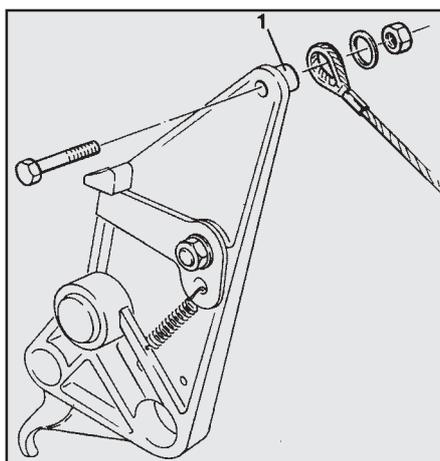

Рис. 72
**Указание:** Каждый трос, ведущий от разметочного инструмента к включающему автомату, закреплен винтом в верхнем отверстии накладке выключателя (рис. 72/1) включающего автомата. У насадной сеялки AD 402 каждый трос (рис. 73/1) передвигается через дистанционную гильзу (рис. 73/2) и скреплен винтом (рис. 73/3) с храповой собачкой (рис. 73/4).